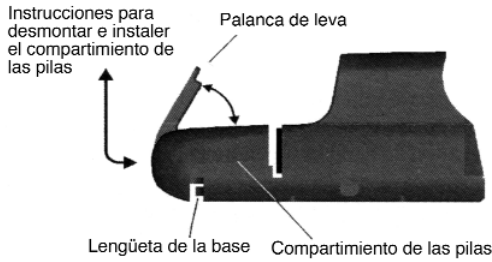

Figura 2
Saque el compartimiento de las pilas levantando la palanca de leva de cierre y deslizando con cuidado el compartimiento de las pilas alejándolo de la caja de la mira y hacia arriba (Figura 2). Cuando haya quitado el compartimiento de las pilas, saque las pilas y sustitúyalas por un conjunto nuevo. Las etiquetas que hay en el fondo del compartimiento las pilas muestran la orientación correcta de las pilas. Asegúrese de que el sello esté libre de suciedad antes de reinsertar el compartimiento de pilas o de lo contrario podría perder sus características de impermeabilidad. Para volver a poner el compartimiento de las pilas, apunte la mira hacia el suelo y deslice el compartimiento sobre la base. Asegúrese de que haya la separación suficiente entre el contacto y las pilas para evitar que se doblen los contactos. Sujete firmemente el compartimiento de las pilas hacia abajo contra la base y cierre la palanca de fijación. Antes de empujar la palanca de leva hacia abajo, asegúrese de que el compartimiento de la batería esté completamente asentado abajo y paralelo a la base. Verifique inmediatamente la instalación correcta de las pilas encendiendo la mira y comprobando si aparece la retícula holográfica. Si se dejan las pilas al revés en la mira, se desgastarán.
1. **ENCENDIDO (ON)/ Modo de visión nocturna y apagado automático de 8 horas** Si se oprime el botón NV (ver la figura 2), la mira se enciende en el Modo de visión nocturna. La mira se encenderá en el Nivel 4 y se apagará automáticamente 8 horas después de oprimir por última vez un pulsador de control. Hay 10 niveles de intensidad luminosa disponibles en el MODO DE VISIÓN NOCTURNA con un espectro dinámico de 100:1.